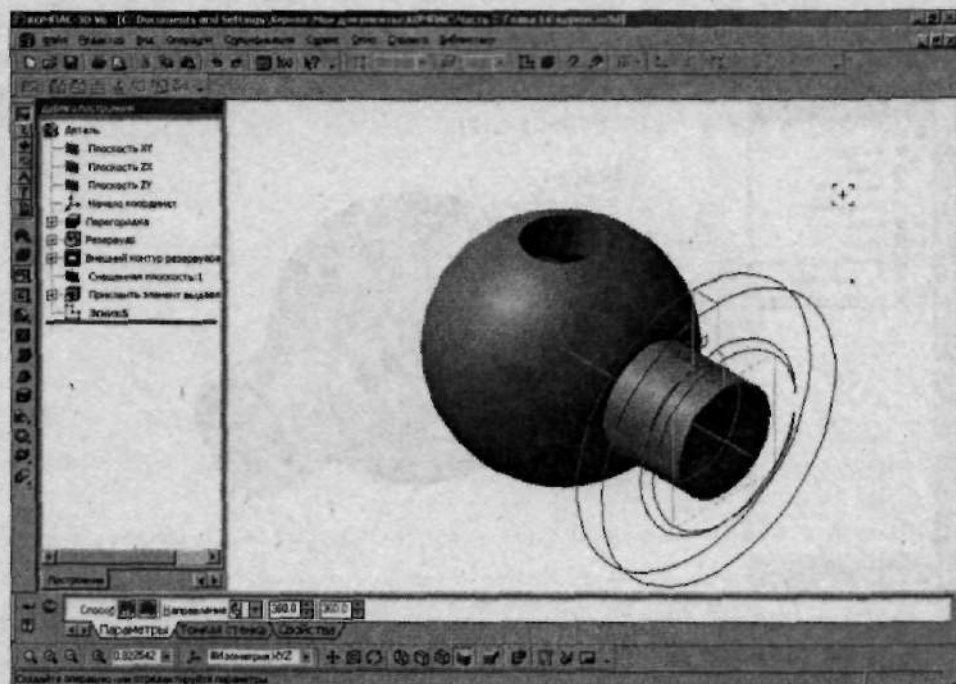

Рис. 2.135. Фланец патрубка создается с помощью инструмента *Приклеить вращением*
18. На панели инструментов **Компактная** щелкните по кнопке **Приклеить вращением** (рис. 2.135).